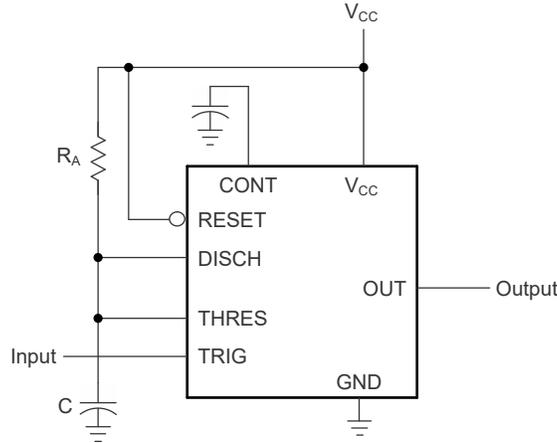

图 6-2. 单稳态工作模式电路
- (1) 对于显示为“最小值”或“最大值”的条件，请使用在*建议工作条件*下指定的相应值。
- (2) 指定的值适用于类似于图 6-2 的单稳态电路中的器件，具有以下组件值： $R_A = 2k\Omega$ 至 $100k\Omega$ ， $C = 0.1\mu F$ 。
对于单稳态工作模式，图 6-2 展示了如何连接这些计时器中的任何一个。如果输出为低电平，向触发器 (TRIG) 施加负脉冲可设置触发器 (\bar{Q} 变为低电平)，将输出驱动为高电平，并关闭 Q1。然后，电容器 C 通过 R_A 充电，直到电容器上的电压达到阈值 (THRES) 输入的阈值电压。如果 TRIG 恢复至高电平，则阈值比较器的输出会重置触发器 (\bar{Q} 变为高电平)，将输出驱动为低电平，并通过 Q1 对电容器 C 进行放电。
按照图 6-5 中所示，在图 6-2 电路中增加第二个电阻器 (R_B) 并将触发器输入连接到阈值输入会导致计时器自触发并作为多谐振荡器工作。电容器 C 通过 R_A 和 R_B 充电，然后仅通过 R_B 放电。因此，占空比由 R_A 和 R_B 的值控制。
通过调整计时周期的长度，图 6-2 的基本电路可用作分频器。图 6-8 显示了一种三分频电路，该电路利用了在规定时间内无法发生重新触发这一特性。
请参阅 图 6-2